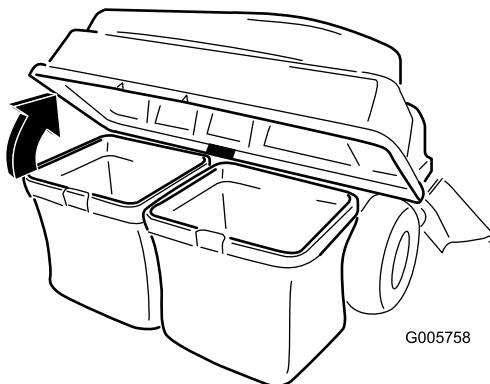

Figura 33
3. Deschideți (ridicați) partea superioară a sistemului de colectare (Figura 33).